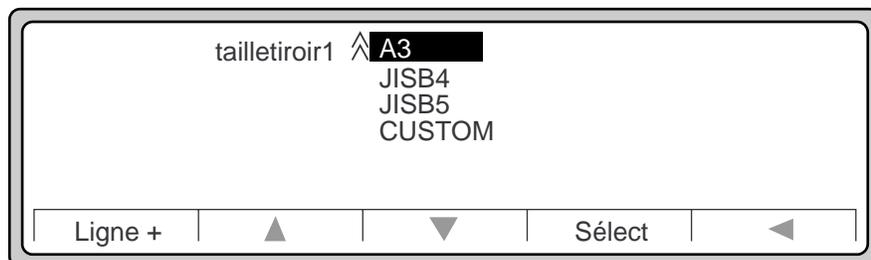

Figure 3-11 Choix du format de papier (suite)
- Utilisez les pointeurs ▲ et ▼ pour choisir le format de papier souhaité (Figure 3-11).